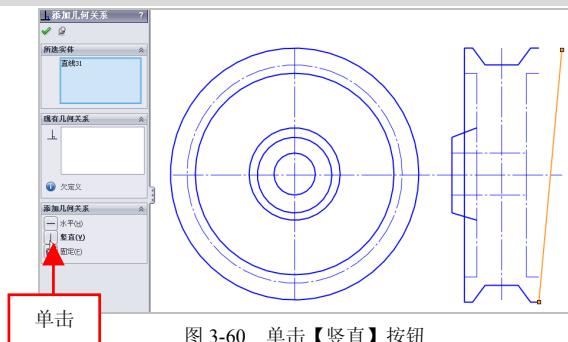

图 3-60 单击【竖直】按钮
(2) 进入草图编辑环境,单击【草图】选项卡中【显示/删除几何关系】右侧的下拉按钮,在弹出的下拉列表中,单击【添加几何关系】按钮 $\perp$,弹出【添加几何关系】属性管理器,在绘图区中,选择右侧的倾斜直线,单击【竖直】按钮 $\updownarrow$,如图3-60所示。